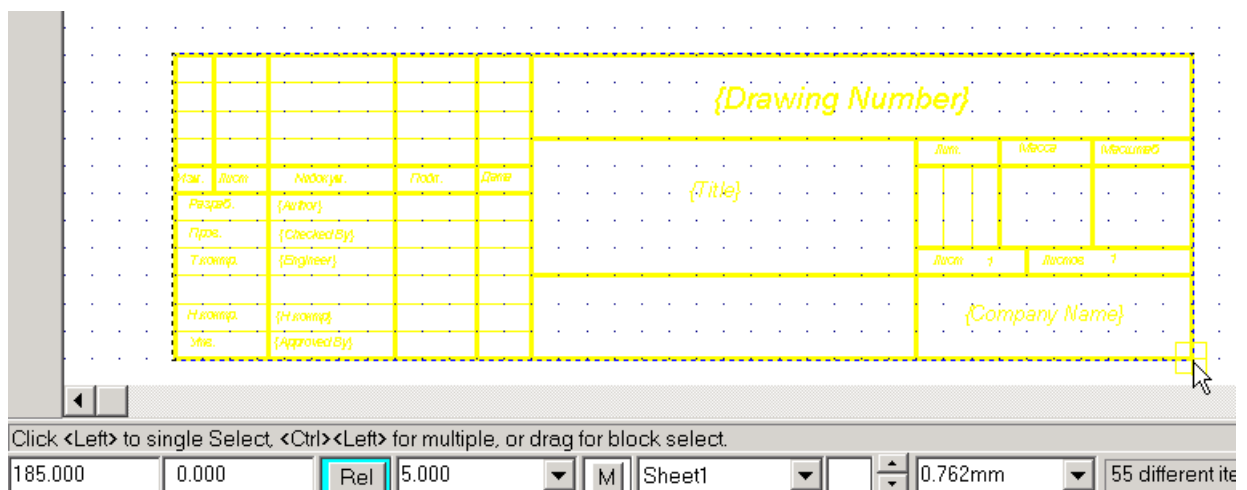

Рис. 4-20. Выделение объектов и указание точки буксировки (**Selection Point**)
5) Поместите курсор в правом нижнем углу штампа, как показано на рис. 4-20, и